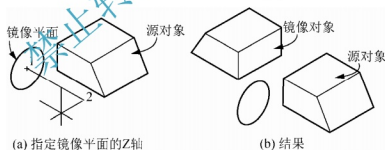

图 12-9 指定镜像平面的 Z 轴得到镜像对象
(3) 【Z 轴(Z)】：以指定的两点作为镜像平面的 Z 轴，从而确定镜像平面，如图 12-9(a)所示，与 1、2 两点连线垂直的面即为镜像面，得到的镜像对象如图 12-9(b)所示。